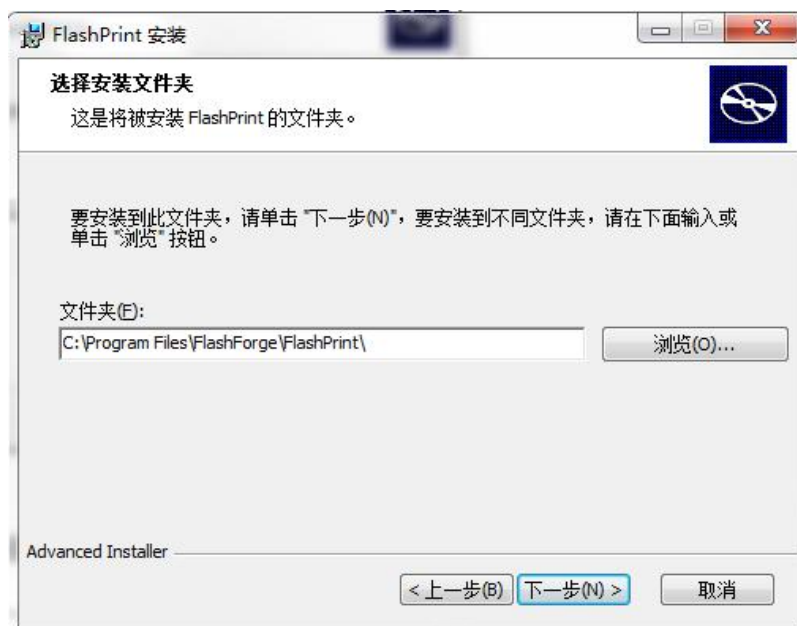

图 6-4
⑤ (图 6-4) 选择安装途径 (建议默认途径) ， 随后点击[下一步]